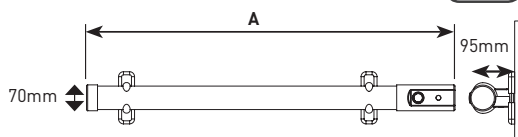

Fig.2
- Afmetingen van de kachels worden in [Fig. 2] getoond.